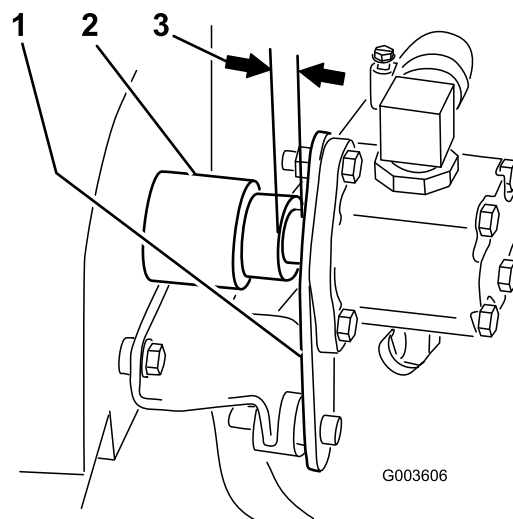

Figura 21
10. O conjunto do hub tem de estar totalmente encaixado no eixo. Verifique se existe uma folga entre a placa da bomba e o conjunto do hub. Se não existir folga, o conjunto do hub não está instalado correctamente e tem de ser correctamente encaixado (Figura 21).